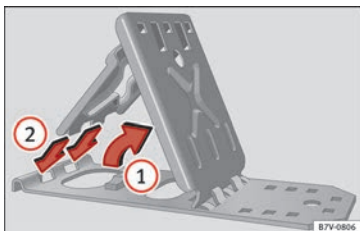

Fig. 182 Desplegar los calzos plegables.
- Levante la placa de apoyo »» fig. 182 ①.
- Introduzca las dos “pestañas” de la placa de fijación en los orificios alargados de la placa soporte ②.